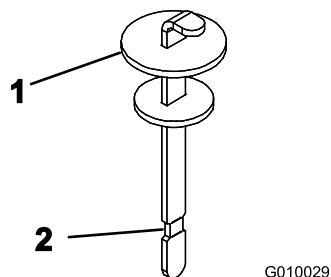

Figura 20
4. Togliete l'asta di livello dal collo del bocchettone e pulitela strofinandola con un cencio pulito. Inserite l'asta di livello nel collo del bocchettone, quindi estraetela e controllate il livello del fluido. Il fluido deve raggiungere il segno sull'asta di livello (Figura 20).